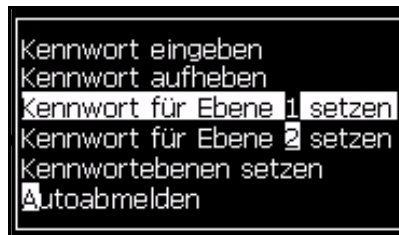
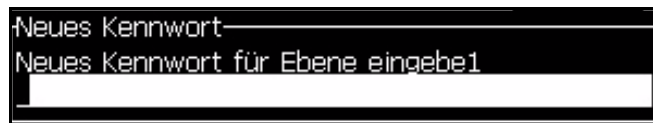

Abbildung 4-4: Kennwortebene setzen
Abbildung 4-5: Neues Kennwort
- 1 Drücken Sie die Tasten *Alt + W* und wählen Sie *Set Password for level (Kennwort setzen für Ebene) 1* oder *Set Password for level (Kennwort setzen für Ebene 2* im Menü *Password (Kennwort)* (siehe). Abbildung 4-4 auf Seite 4-5 Das Dialogfeld *New Password (Neues Kennwort)* erscheint (siehe Abbildung 4-5 auf Seite 4-5).